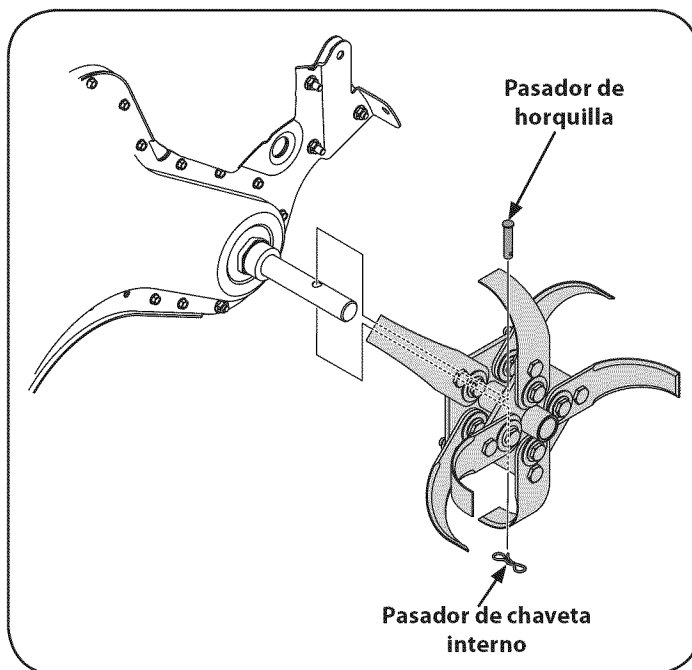

Figura 24
1. Para retirar un conjunto de dientes, simplemente saque la chaveta de retén interna que sujeta la chaveta de horquilla. Vea la Figura 24.